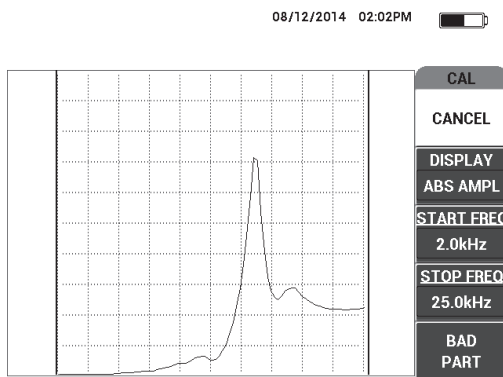

Рис. 6-63 Сигнал от маленького дефекта
4. Установите преобразователь в зоне маленького или наиболее критичного дефекта, нажмите **ДЕФ.ЗОНА** (клавиша E) [см. Рис. 6-63 на стр. 182].